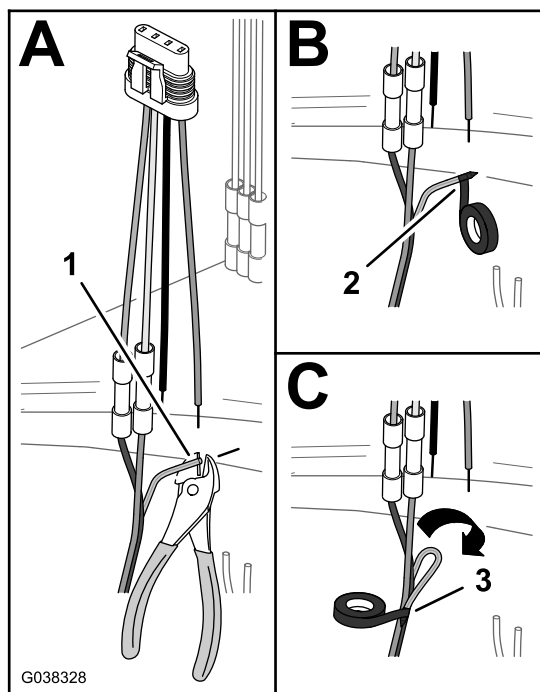

図 40
- B. 緑/黄色線の端部をテープで巻いて絶縁する 図 40。
- C. 緑/黄色線を曲げて茶色線と青線と一緒にまとめ、これら3本をテープで束ねる 図 40。
- A. 緑/黄色線を絶縁被覆と面一に切断する 図 40。